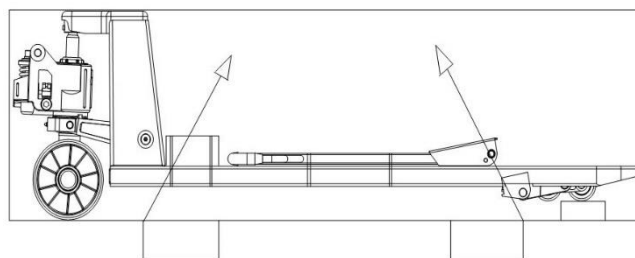

Fig. 7
- 10.1 Se fig 7, både handgreppet och besmanstället bör vara fristående och packas på ett annat sätt före hissning och transport.